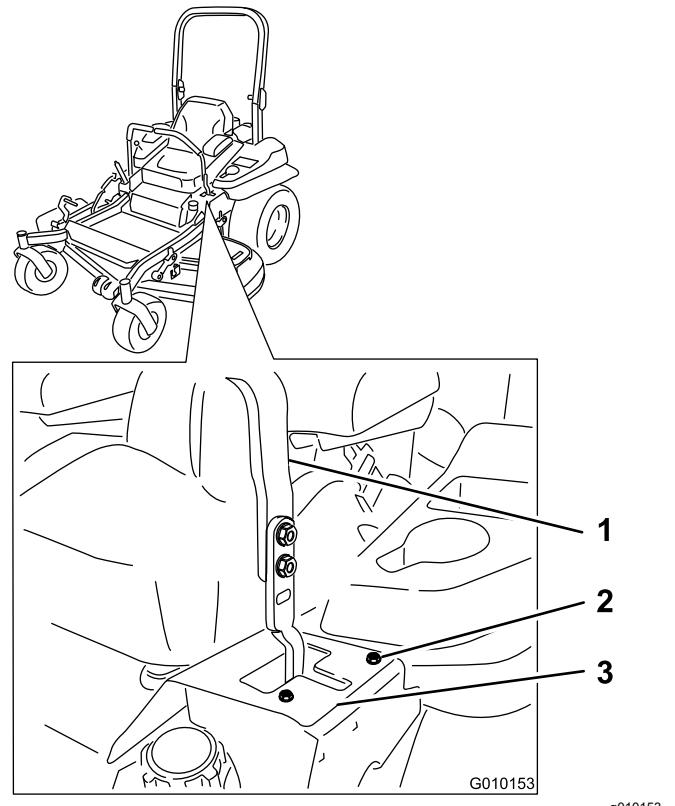

**Figure 82**
**Remarque:** Il faut parfois pousser en avant ou tirer en arrière la partie supérieure de l'arceau de sécurité pour engager complètement les deux boutons (Figure 81 et Figure 82).